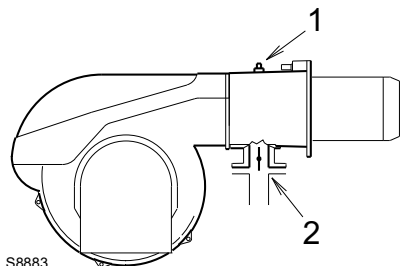

Fig. 39
Pressão do gás medida na tomada 1)(Fig. 39), com:
Perda de carga registo borboleta de gás 2)(Fig. 39) com abertura máxima: 90°.
- Subtrair à pressão do gás na tomada 1)(Fig. 39) a sobrepressão da câmara de combustão.
- Pressão do gás na tomada 1)(Fig. 39) = 8 mbar
Pelo contrário, para conhecer a pressão do gás necessária na toma 1)(Fig. 39), uma vez fixada a potência MÁX à qual se deseja que o queimador funcione:
- Ler à direita, coluna 1, a pressão na tomada 1)(Fig. 39).
pressão necessária na tomada 1)(Fig. 39).